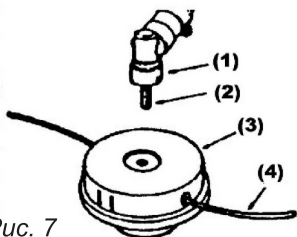

Рис. 7
4. Закрутите гайку (1) с помощью ключа (11). Резьбовое соединение имеет левую резьбу, поэтому закручивание произведите в направлении против часовой стрелки.
5.5. Установка кассеты с леской (рис. 7).